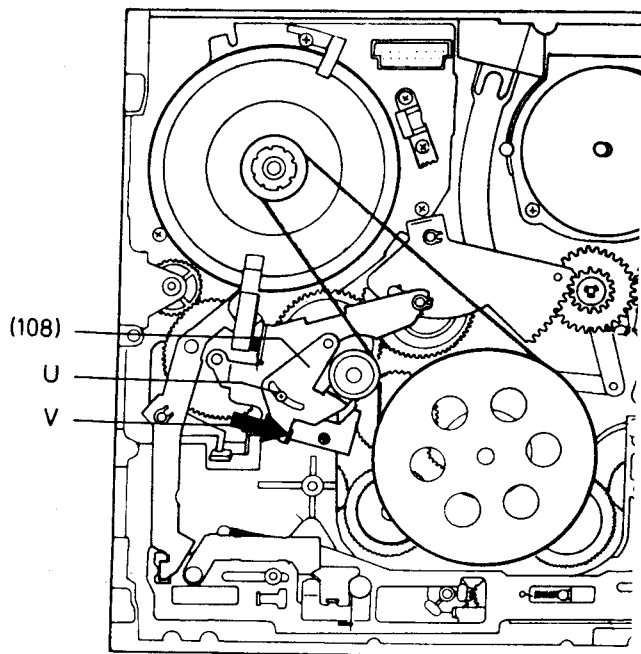

Fig. 14
- Schraube "U" lösen (Fig. 14).
- Kontaktor am Punkt "V" ansetzen und Spannrollenhebel (108) in Pfeilrichtung "V" drücken.
- Loosen the screw "U" (Fig. 14).
- Fit the Tension Gauge to point "V" and press the Tension Roller Lever (108) in the direction of the arrow "V".